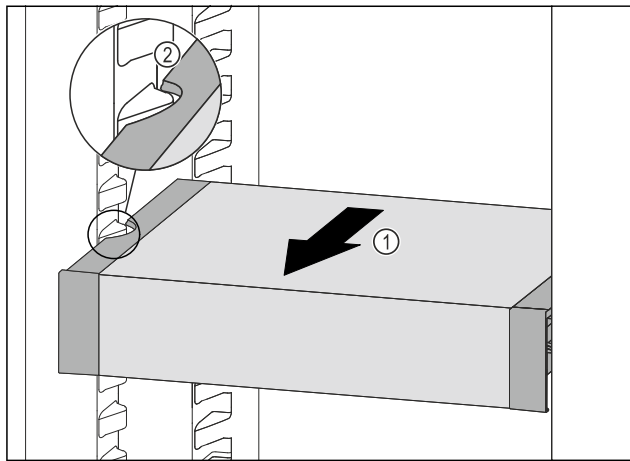

Fig. 138
- Tërhiqni VarioSafe për nga përpara Fig. 138 (1), derisa foletë anësore të VarioSafe të jenë në lartësinë e brinjëve të kutisë në pjesën e ftohjes. Fig. 138 (2)